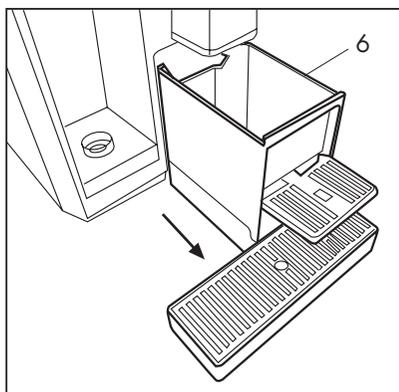
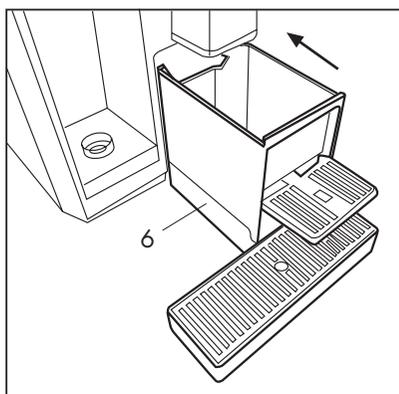

Fig. 16
Fig. 17
Estrarre il contenitore di capsule (6) svuotarlo e risciacquarlo (Fig. 16). Pulire la vaschetta e la griglia dai residui di acqua e caffè. Una volta pulito, reinserire la vaschetta con il portacapsule (Fig. 17).